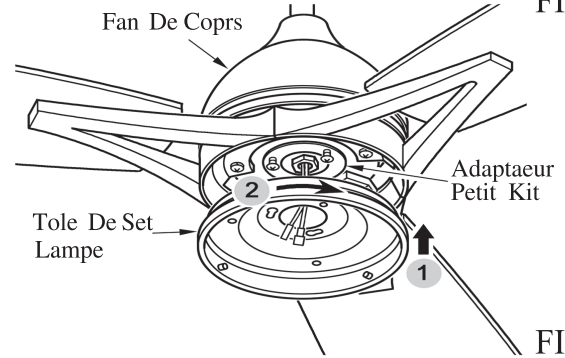

FIG.17
2. Tirez doucement le fil à travers la plaque du kit d'éclairage. Placez la fente au-dessus des vis desserrées. Tournez la plaque du kit d'éclairage dans le sens horaire et serrez les vis retirées et desserrées précédemment. (Voir fig. 17&18)